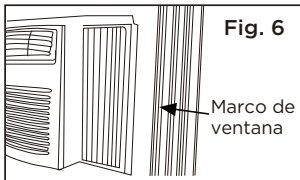

Fig. 6
3. Extienda los paneles laterales en contra del marco de la ventana (Fig. 6).